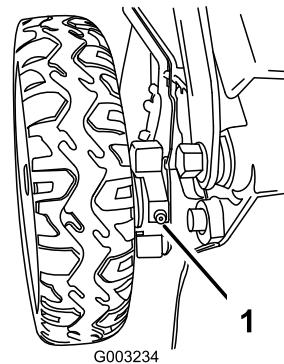

Figure 45
1. Essuyez les graisseurs situés juste à l'intérieur des roues arrière avec un chiffon propre (Figure 45).